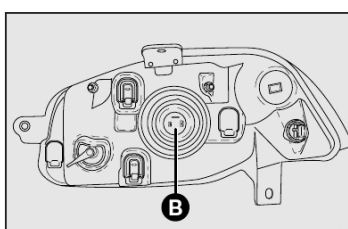
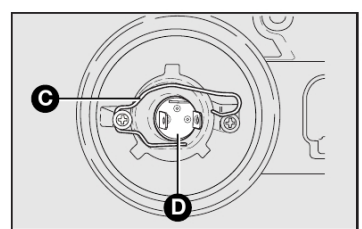

fig. 24
fig. 25
- 2) Remover a tampa **B-fig. 24** para ter acesso às lâmpadas;
- 3) Retirar o porta-lâmpada **D-fig. 24** pressionando a presilha **C-fig. 25** abrindo-a lateralmente;
- 6) Reenganchar a presilha de fixação **C-fig. 25** colocando por último a tampa **B-fig. 24**;